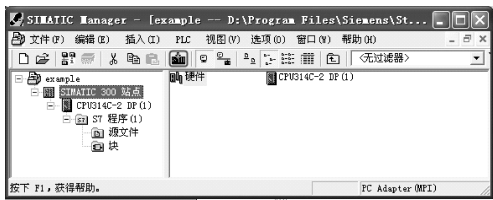

图 3-86 站点下载
4) 下载硬件组态和程序。先把 MPI 适配器将 CPU314C-2DP 与编程器 (PG) 相连，再通电。打开 SIMATIC 管理器，选中站点“SIMATIC 300 站点”，再单击工具栏上的“下载”按钮，如图 3-86 所示，将整个项目（含程序和硬件组态）下载 CPU 中。当合上按钮 SB1 时，灯亮；当合上按钮 SB2 时，灯灭。